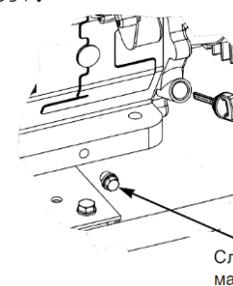
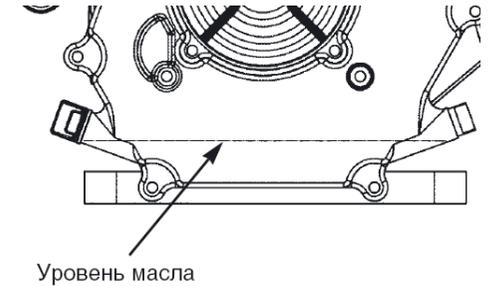

Рис. 5.
Рис. 6.
9.2.1. Вывинтить шуп-пробку поз. 24 (рис. 1) из горловины картера, см. также рис. 5. Опустить в горловину сухой, чистый шуп и вытянуть его – край смоченной маслом области должен располагаться между отметками минимального и максимального допустимого уровней.
9.2.2. Залить в горловину масло до нижнего края заливного отверстия (рис. 6). Проверить уровень масла в соответствии с п. 9.2.1.
9.6.1. На прогревом до рабочей температуры двигателя вывинтить пробку для слива масла поз. 23 (рис. 1), см. также рис. 5., поместив под сливным отверстием вспомогательную емкость. После прекращения истечения масла установить пробку на штатное место и затянуть. Залить масло в горловину, удалив щуп поз. 24 (рис. 1), см. также рис. 6, до нижнего края заливного отверстия (рис. 6). Проверить уровень в соответствии с п. 9.2.